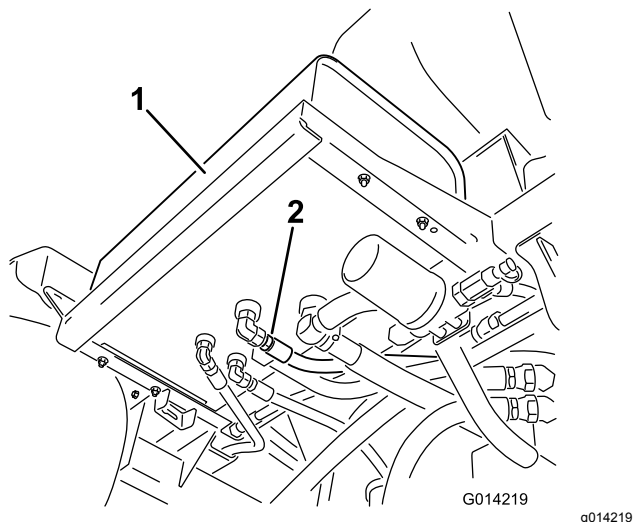

图63
2. 清洁液压油箱底部的一个液压软管接头周围的区域 图 63。
4. 从油箱上拆下软管接头、将油排放到盘中 图63。